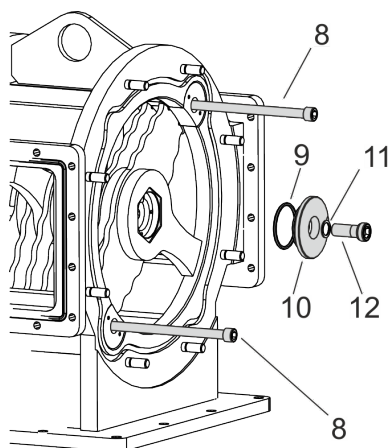

Fig. 46 : Montage de la rondelle de protection d'arbre
6. ➤ Utilisez un nouveau joint torique (9) et imbibe-le par exemple d'huile ou de liquide de rinçage, dans les limites de sa résistance.
7. ➤ Utilisez une rondelle de protection d'arbre neuve (10), si nécessaire.
8. ➤ Installez la rondelle de protection d'arbre (10) avec le joint torique correctement inséré dans la rainure (9), de sorte à ce que l'évidement soit dirigé vers la clavette.
9. ➤ Utilisez un joint neuf (11).
10. ➤ Vissez la vis à six pans creux (12) avec le joint (11).
**REMARQUE !****Remarques concernant les couples de serrage****Position Fig. 46 /8**
Position Fig. 46 /12